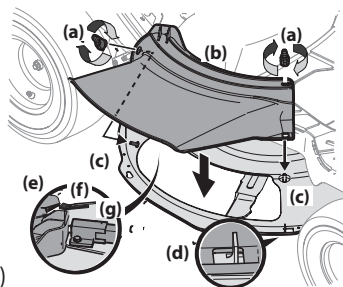

Figura 8
- Extraiga las perillas de aleta (a) que instaló en la plataforma de corte y consérvelas para colocarlas posteriormente. Consulte la Figura 8.
- Coloque el canal de la plataforma (b) en la abertura de descarga de la plataforma. La parte trasera del canal de la plataforma debe estar debajo de la lengüeta (f) del soporte trasero de la plataforma (g). Los pernos prisioneros (c) de la superficie de la plataforma calzarán a través de los orificios de la parte superior del canal de la plataforma. La pequeña lengüeta (d) del borde de la plataforma calzará a través del recorte cuadrado de la parte inferior del canal de la plataforma. Consulte la Figura 8.
- Sujete el canal de la plataforma (b) ajustando las perillas de aleta (a) que extrajo en el Paso 1. Consulte Figura 8.